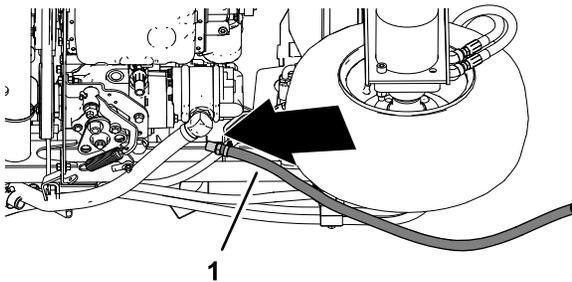

Figure 48
1. Au bas de la machine, placez le flexible de retour du refroidisseur d'huile devant le profilé droit du cadre, comme montré à la Figure 48.